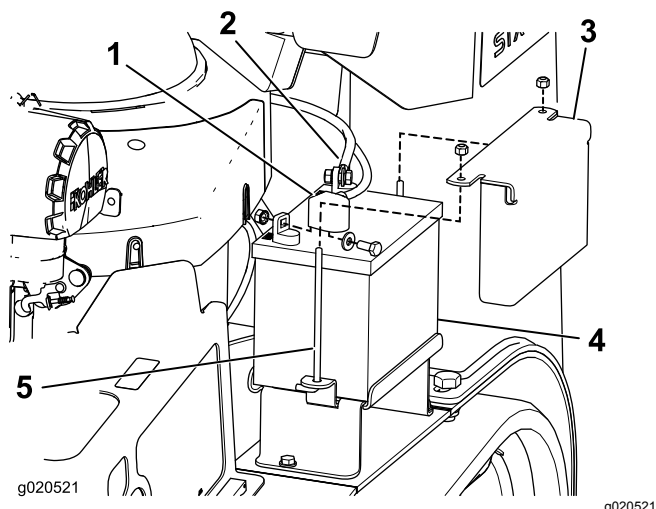

図 43
3. マイナスケーブルのゴムカバー黒を外す。バッテリーのマイナス - 端子から、マイナスケーブルを外す 図 43。
4. プラス端子赤色から赤いゴムカバーを外す。赤いプラス+ケーブルを取り外す 図 43。
5. バッテリーを固定している押さえ板、Jボルト、ロックナットを外してバッテリーを外す 図 43。